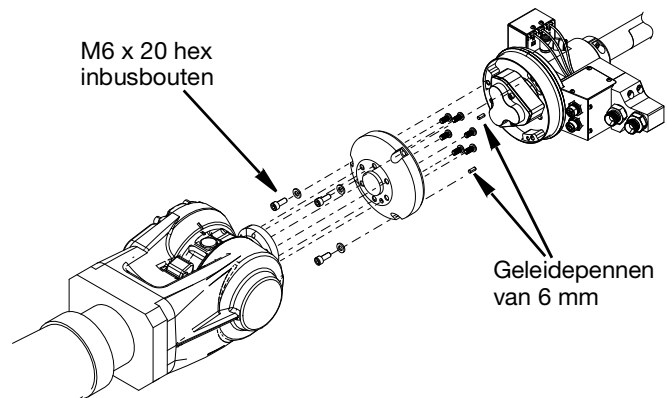

FIG. 2
2. De montageflens wordt vervolgens met drie M6x20 inbusbouten aan de behuizing van het Switch 3D-pistool bevestigd. Draai aan tot 11,1 N•m (98,2 in-lb). Het is belangrijk om ervoor te zorgen dat de geleidepennen van 6 mm die bij de set worden geleverd, in de juiste posities worden geplaatst. Zie FIG. 2.